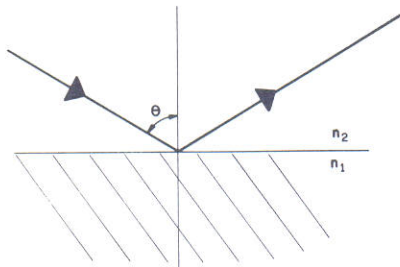

Fig. 2 — Reflexão total de um raio de luz a partir da «fronteira» de dois materiais, com diferentes índices de refração.
Observe, agora, a fig. 2, onde se vê a luz passando pela «fronteira» entre dois materiais, cujos índices de refração são  $n_1$  e  $n_2$ . A partir da teoria eletromagnética, sabemos que a luz será totalmente refletida daquela fronteira, se  $n_2 > n_1$  e se o ângulo  $\theta$  for tal que  $\sin \theta \geq n_1/n_2$ . Desta maneira, para fazer uma fibra que conduza a luz, é preciso que a mesma possua um núcleo com um material que tenha um índice de refração maior que sua parte externa (denominada, geralmente, revestimento).
- a) Estroboscópio de obturador mecânico, igual aos primeiros aparelhos deste tipo, possui um disco com uma série de fendas ou aberturas radiais, dispostas a intervalos regulares. O disco é acoplado a um motor que gira a uma velocidade constante, enquanto o pesquisador observa o movimento através das fendas (veja fig. 2). Este método de observação é conhecido como **método de imagem pulsada**.